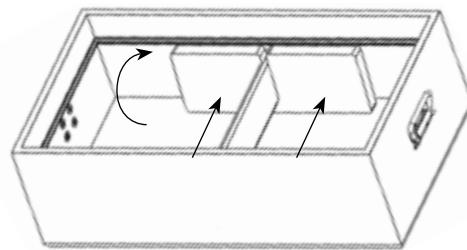

Figura 23
- Una vez que el corte del espaciador de espuma está centrado por debajo de la costilla de madera, girarlo hacia arriba 90 grados y empujarlo contra el costado de madera. Ver la figura 23.